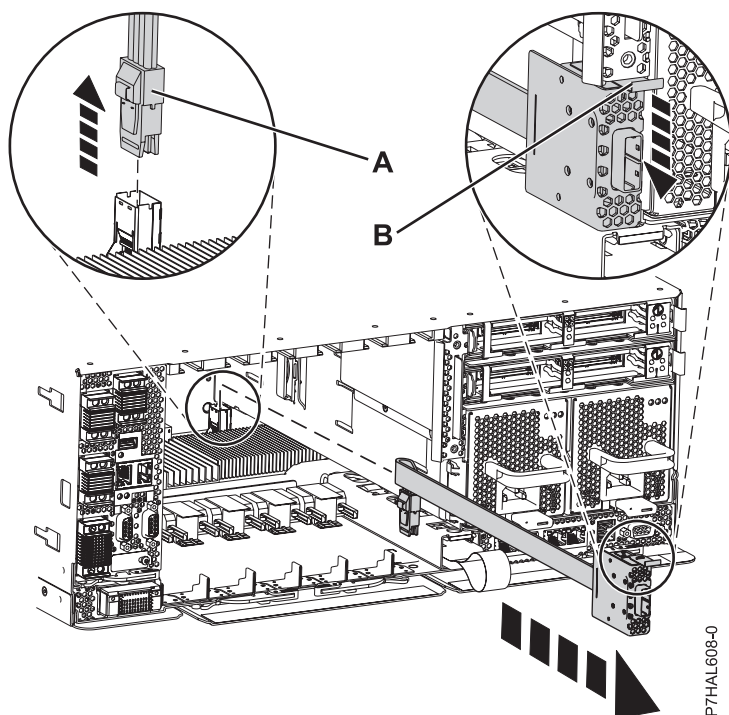

Figure 34. Retrait du câble SAS
4. Appuyez sur le taquet latéral et retirez le capuchon SAS (A) du port de connexion SAS sur le fond de panier système, comme indiqué à la figure 34.
5. Enfoncez le port SAS externe (B), puis sortez le câble SAS du système.